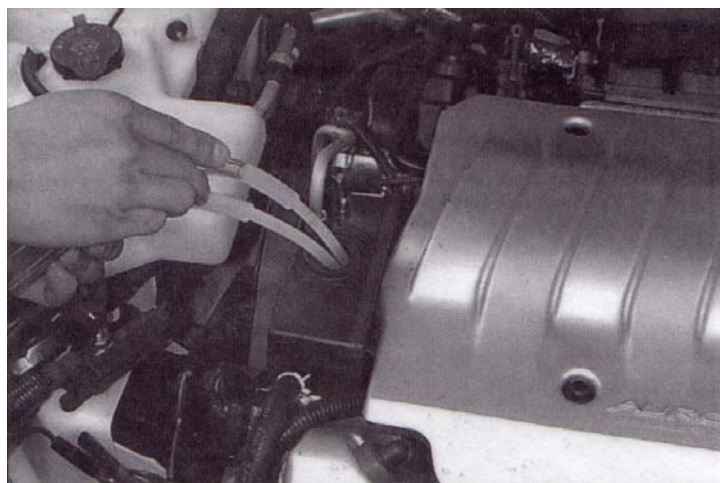

Рис. 2. Оба рабочих шланга в емкости для жидкости системы гидроусилителя руля автомобиля.
9. Вставить закачивающий (более длинный) шланг в емкость с жидкостью системы гидроусилителя руля автомобиля. Расположить шланги таким образом, чтобы шланг для закачивания был в нижней части емкости, а откачивающий шланг чуть ниже уровня жидкости (см. рис.2).